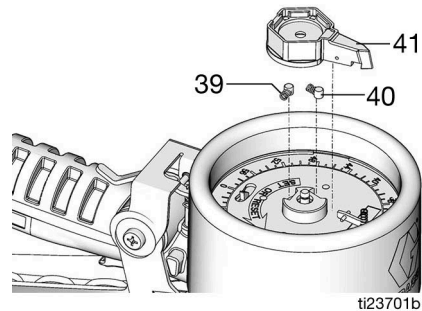

FIG. 27
3. Rimuovere il puntatore ad ago (41), le molle (39) e i perni (40) (FIG. 27).